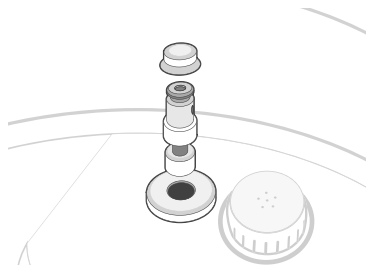

Figura 10.3
- b. Rimuovere il cappuccio in silicone dalla valvola a galleggiante. La valvola a galleggiante può cadere inaspettatamente senza il tappo in silicone, quindi rimuoverla con cautela. [Figura 10.3]